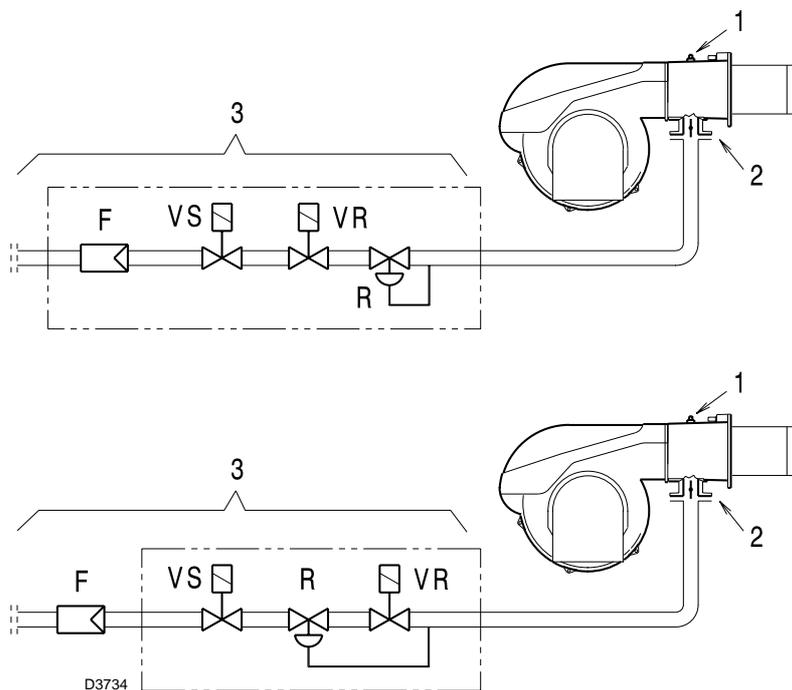

图 39
测试点 1)(Fig. 39) 所测得燃气压力，此时：
燃气蝶阀 2)(Fig. 39) 达最大开启度 90° 时的阻力损失。
燃气阀组 3)(Fig. 39) 的阻力损失，包括：
- 测试点 1)(Fig. 39) 处测得的燃气压力减去炉膛压力。
- 压力测试点 1)(Fig. 39) 处的燃气压力 = 8 mbar
由以下可知测试点 1)(Fig. 39) 处所需压力，将燃烧器运行设定在所需最大出力状态：
- 在右边，栏 1 处，读出测试点 1) 处压力 (Fig. 39)。
测试点 1)(Fig. 39) 处的所需压力。